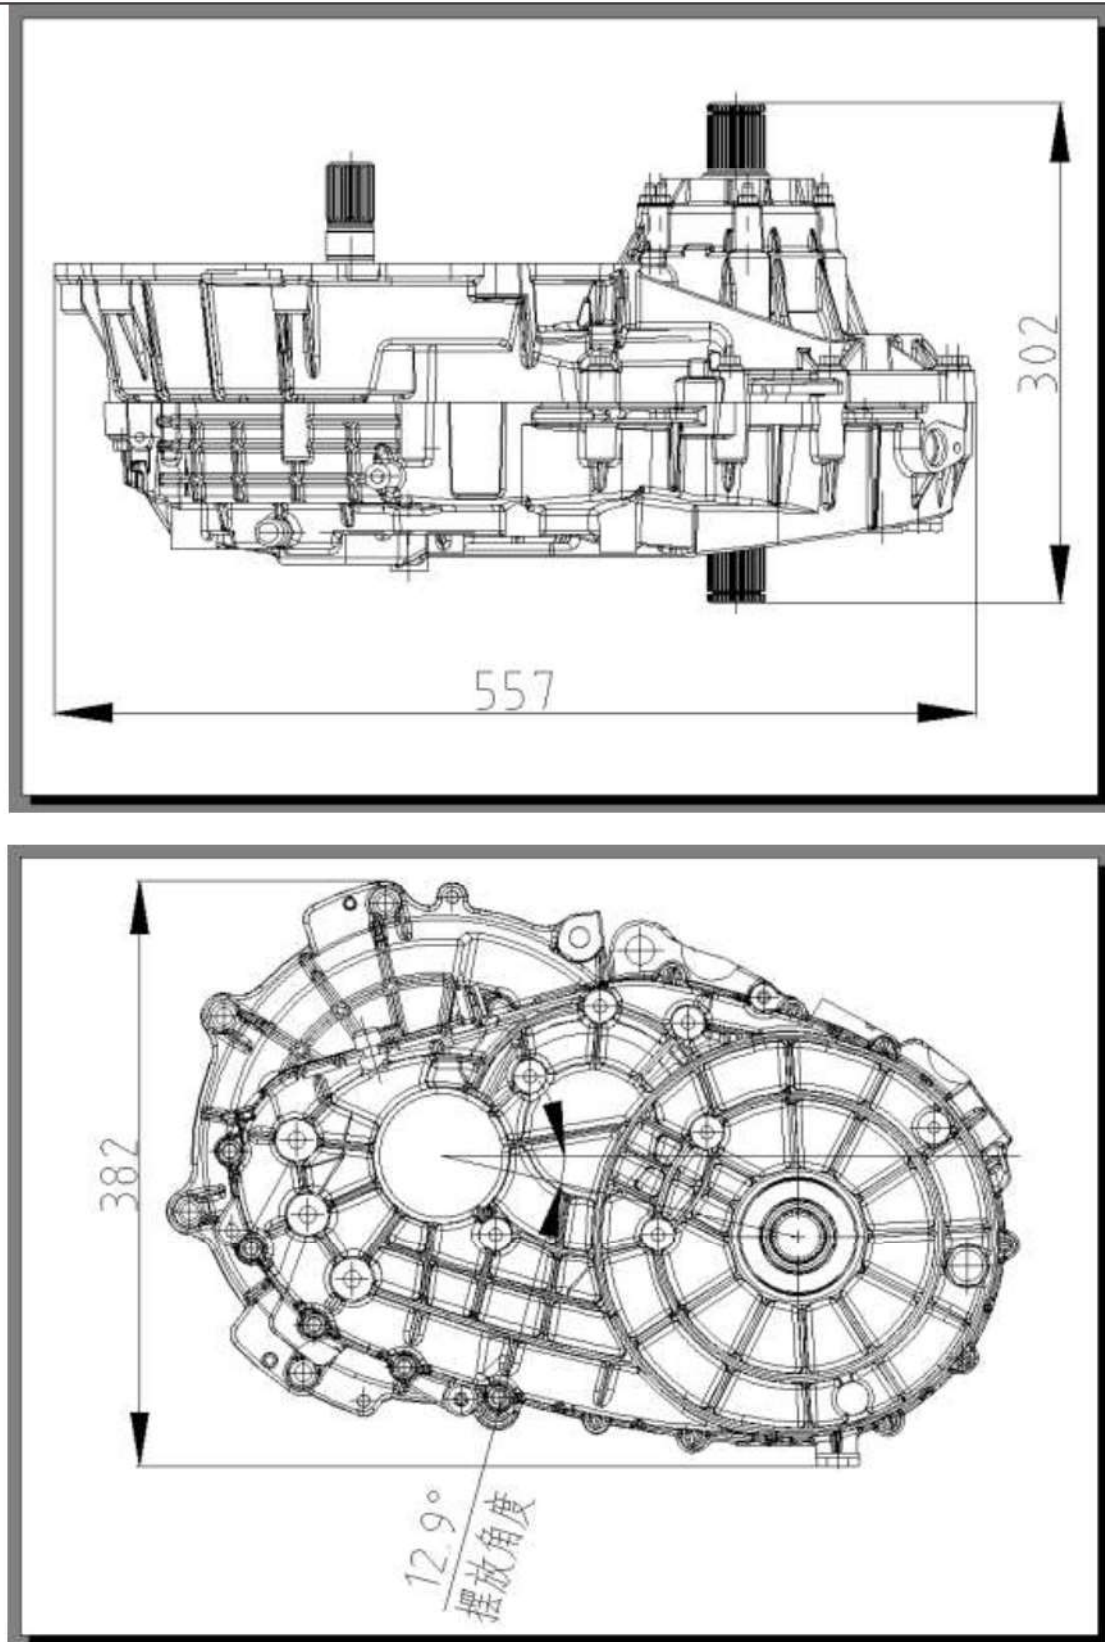

图1
1.1 无档变速器外观尺寸： 382mm×557mm×302mm(见图1)